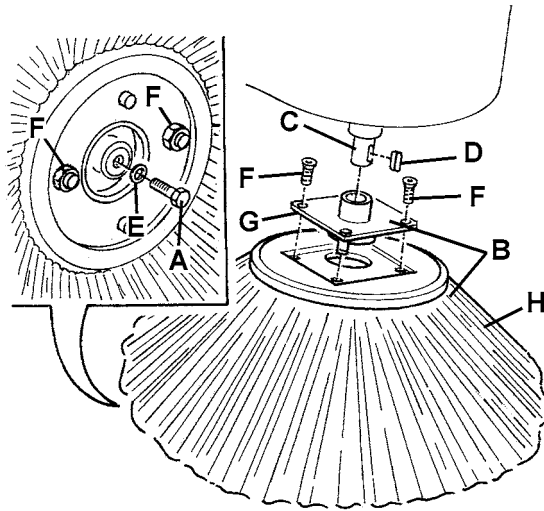

Figure 11
1. Porter la machine sur un sol plat et activer le frein de stationnement à l'aide de la pédale (84) et du levier (76).
2. Tourner la clé de contact (69) sur "0".
3. Soulever le balai latéral concerné à l'aide du levier (79) ou (80).
4. A l'intérieur du balai latéral, enlever la vis (A, Fig. 11), puis enlever le balai latéral (B) avec le moyeu (B) en le dégageant de l'arbre (C).
5. Sur banc, enlever les deux vis avec écrou (F, Fig. 11) et séparer le balai (H) du moyeu (G).
6. Installer le nouveau balai latéral (H, Fig. 11) sur le moyeu (G) et serrer les vis avec écrou (F).
7. Installer la clé (D), puis installer le nouveau balai latéral avec le moyeu (B, Fig. 11). Installer la rondelle (E) et serrer la vis (A).